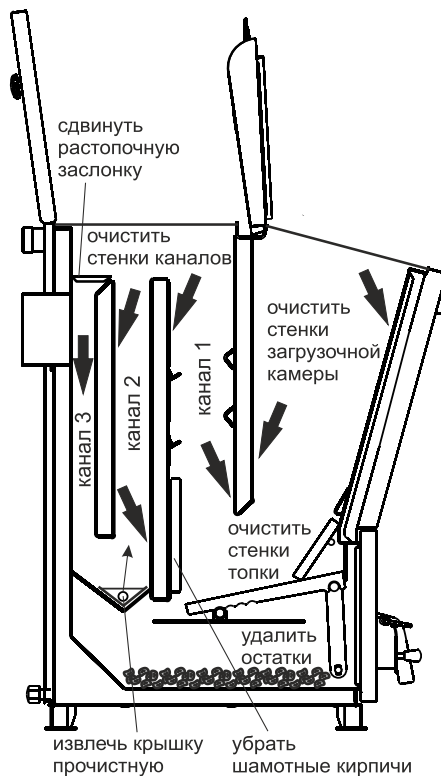

Рис.8 Схема чистки котла
8.6.3. Чистку котла от смолистых отложений и сажи рекомендуется производить на прогревом 80°C теплоносителя в котле по мере загрязнения, но не реже одного раза в три месяца в следующей последовательности (см. Рис.8):